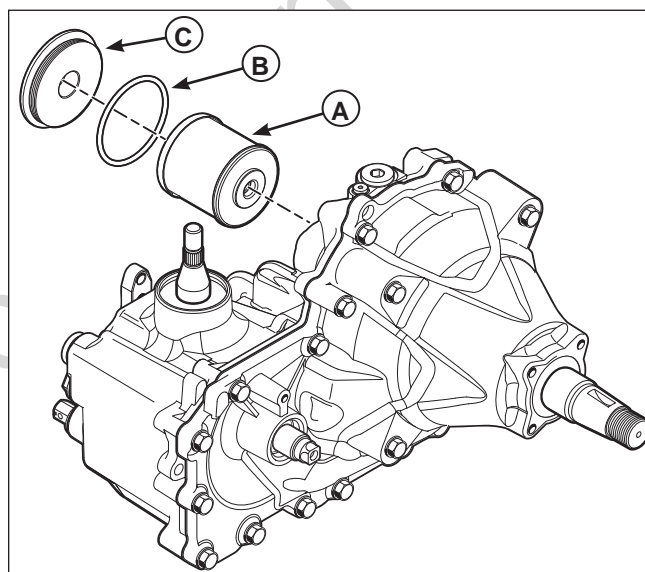

Figura 25. Transmisión Integrado
1. Localice el filtro de aceite hidráulico (A, figura 25) en el lado de la transmisión.
2. Quite la cubierta del filtro (C) y o-ring (B).